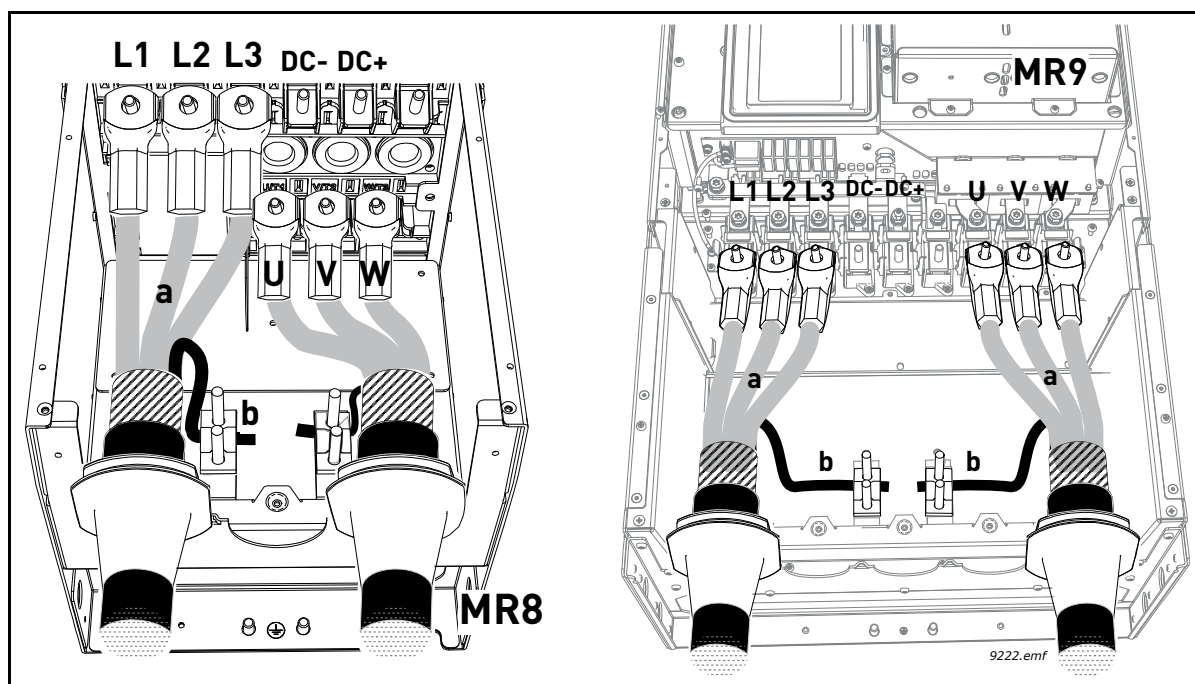

Figura 42.
- Utilizzare la restante porzione di schermatura di tutti i cavi per formare dei "pigtaills" e fare un collegamento a terra come illustrato nella Figura 42 (b) utilizzando il pressacavo contenuto nella busta degli accessori.